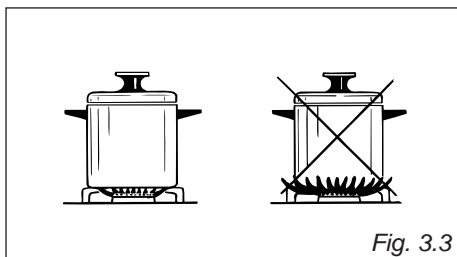

Fig. 3.3
- Anslut fas, noll och jord som illustrerad på anslutningsschemat Fig. 3.3.